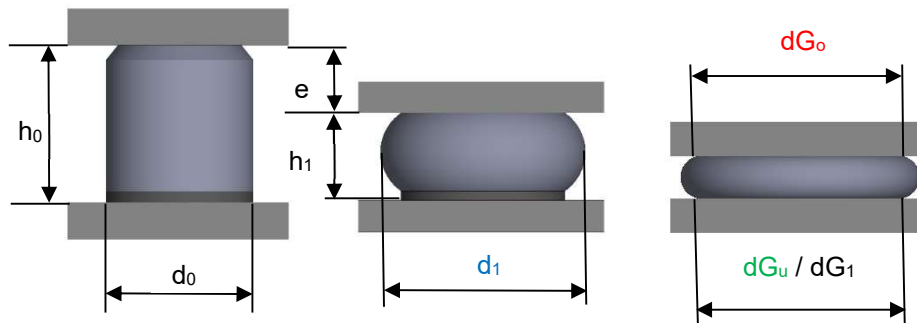

Bild 5: Konvexes Verformen und Anlegen an Gegendruckplatten
4.2 Wenn der Puffer vom Ausgangsdurchmesser d_0 und der elastischen Höhe h_0 um einen Weg e auf die Rest Höhe h_1 zusammengedrückt wird, wird er konvex auf den Durchmesser d_1 aufgeweitet. Bei starker Verformung kommt der aufgeweitete Bereich im Durchmesser d_{Gu} , d_{Go} bzw. d_{G1} an den Gegendruckplatten zum Anliegen (Bild 5).